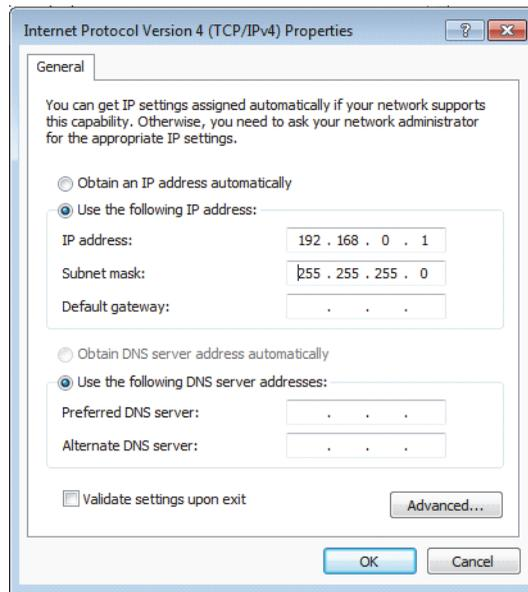

Figure 7-23 Boîte de dialogue Internet Protocol Version 4 (TCP/IPv4) [Windows 7]
7. Dans la boîte de dialogue **Internet Protocol Version 4 (TCP/IPv4) Properties**, sélectionnez **Use the following IP address** (Utiliser l'adresse IP suivante) [voir la Figure 7-23 à la page 236].